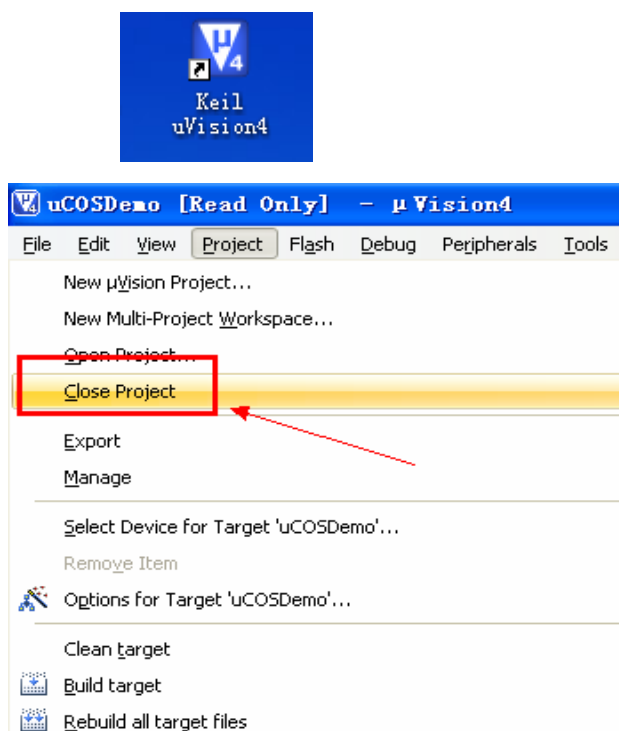

图 4-9 启动 KEIL 并关掉当前的工程
1. 点击桌面UVision4图标，启动软件，如下图4-9。如果是第一次使用的话会打开一个自带的工程文件，我们可以通过工具栏Project->Close Project选项把它关掉。